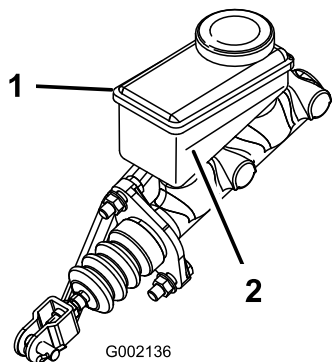

図 18
3. タンクの側面についているマークで、量を点検する図 18。
- B. 最低ラインより上まで DOT 3 ブレーキ液を補給する図 18。
5. ダッシュボード上部にゴム栓を取り付ける図 18。